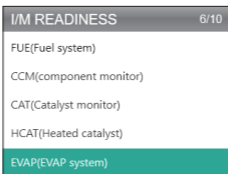

Abbildung 9.1.5
5. Wählen Sie I/M-BEREITSCHAFT (siehe Abbildung 9.1.5) und drücken Sie [OK], um die vollständige Bedeutung der abgekürzten Sätze anzuzeigen, die die Monitore und Komponenten beschreiben.